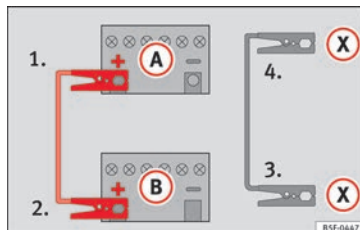

Fig. 80 Schéma de branchement pour les véhicules équipés du système Start-Stop.
- 4b. *Sur les véhicules avec système Start-Stop* : raccordez une extrémité du câble d'urgence *noir* (X) à une borne de mise à la terre appropriée, à une pièce métallique massive vissée au bloc-moteur, ou au bloc-moteur lui-même » » » **fig. 80.**
5. Branchez l'autre extrémité du câble de démarrage *noir* (X), dans le véhicule avec la batterie déchargée à une pièce en métal massif vissée au carter-moteur ou directement au carter-moteur mais le plus loin possible de la batterie (A).